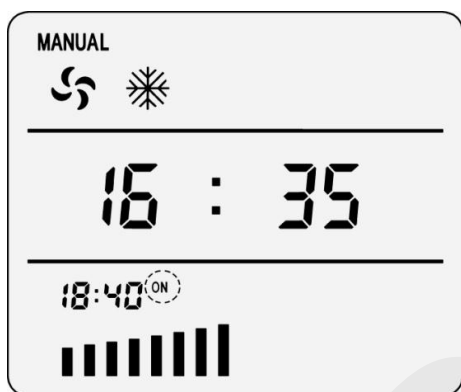

Рисунок 8-3
- 2) Нажмите кнопку , и клавишами,  установите время (в минутах) время запуска аппарата (см. рис. 8-3).